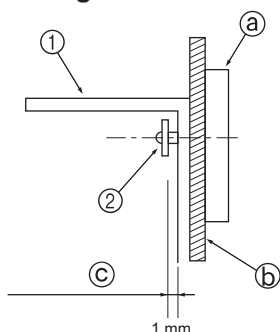

Fig. 3-4
- Først monteres beslaget på væggen, og derefter strammes skruen, så beslaget kan glide op og ned. (Fig. 3-4)
- ① Beslag til forhindring af væltning
- ② Selvsikrende skrue